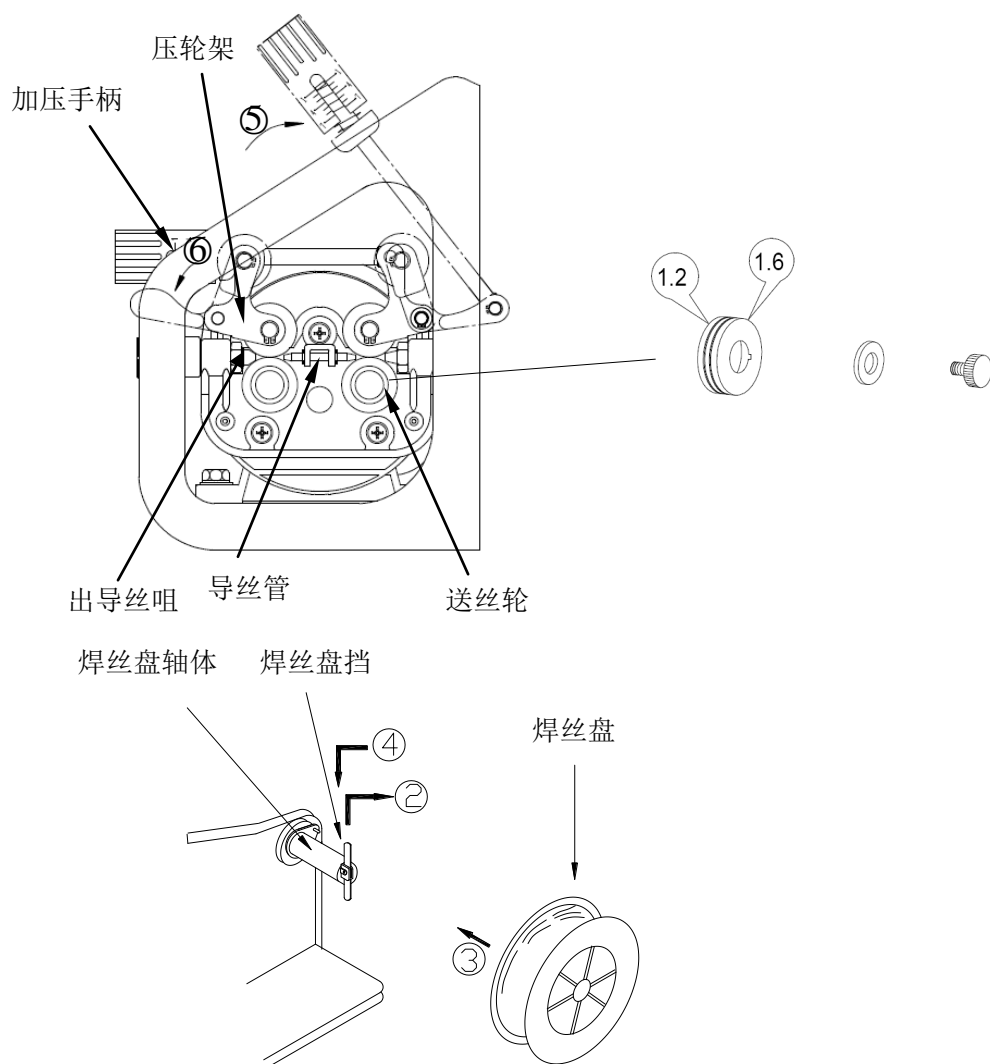

图 6 焊丝安装示意图
- ☐ 第一步：请您仔细确认送丝轮的规格是否与焊接用的焊丝规格一致，然后装焊丝（如图 6 所示）。
- ① 确认送丝轮靠内的送丝槽径是焊接用丝的直径，否则就须将送丝轮卸下选取与焊丝的直径一致的送丝轮槽径，并将这个槽靠内安装好；
- ② 焊丝盘挡块提起后水平扳倒；
- ③ 焊丝盘装在焊丝盘轴体上；
- ④ 焊丝盘挡块扳回原位；
- ⑤ 将调节把手搬倒；
- ⑥ 压轮架提起；
- ⑦ 出焊丝将其插入导丝管中；
- ⑧ 按照压轮架、调节把手的顺序将它们扳回原来的位置。